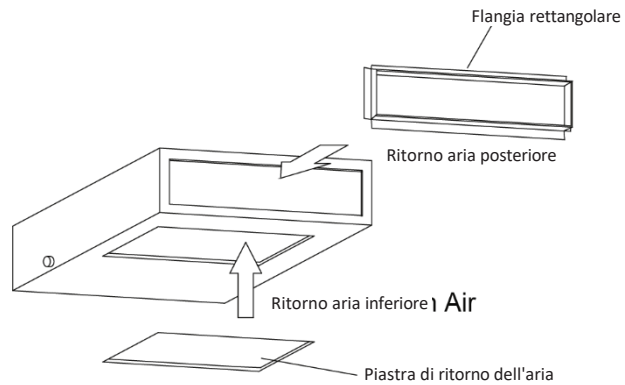

Fig. 4.23
- 1 Di default, la griglia rettangolare è posizionata sul retro prima della consegna dalla fabbrica. La griglia di ritorno dell'aria è posizionata in basso, vedi Fig. 4.23.